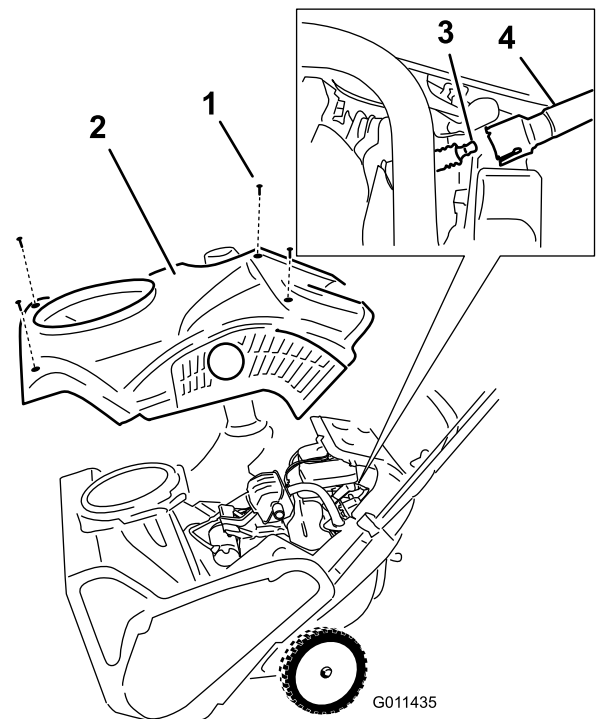

Bild 34
4. Nehmen Sie die vier Schrauben ab, mit denen die Abdeckung befestigt ist (Bild 34).
1. Schraube (4)
6. Nehmen Sie die Abdeckung ab (Bild 34).